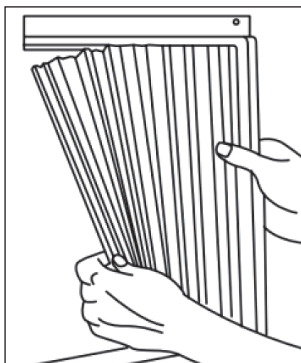

Fig. 5
3. Tirez doucement sur l'extrémité libre du panneau en accordéon (Fig. 5). Procédez ainsi pour les deux panneaux.